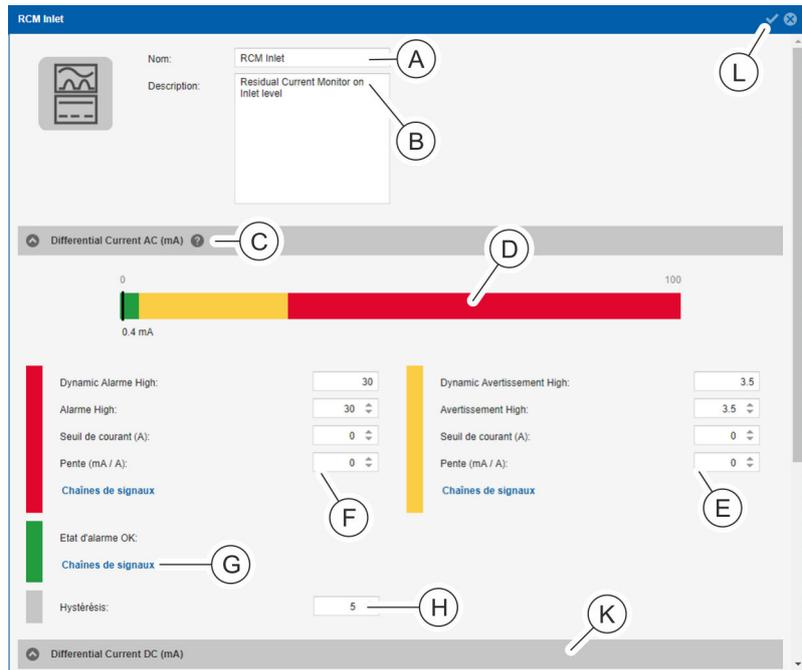

Fig. 128 : Affichage détaillé
4. Dans l'affichage détaillé, modifier si besoin la désignation du dispositif de mesure de courant différentiel (Fig. 128 /A) et, si nécessaire, ajouter une description (Fig. 128 /B).
5. Dans la zone « *Differential Current AC (mA)* », saisir une valeur pour « *Alarme High* », « *Seuil de courant (A)* » et « *Pente (mA / A)* » (Fig. 128 /F).
8. Saisir une valeur pour « *Avertissement High* », « *Seuil de courant (A)* » et « *Pente (mA / A)* » dans la zone « *Differential Current AC (mA)* » (Fig. 128 /E) et affecter une chaîne de signaux (de manière similaire aux étapes 5 et 6).
9. Si nécessaire, affecter une chaîne de signaux (de manière similaire aux étapes 5 à 7) au paramètre « *État d'alarme OK* » dans la zone « *Differential Current AC (mA)* » (Fig. 128 /G).
10. Saisir une valeur pour « *Hystérésis* » (en %) dans la zone « *Differential Current AC (mA)* » (Fig. 128 /H).
- 11.** Répéter les étapes 5 à 10 pour la zone « *Differential Current DC (mA)* » (Fig. 128 /⊗).
Il n'est pas possible de régler « Seuil de courant » et « Pente » avec « Differential Current DC (mA) ». Les valeurs seuils pour la surveillance CC sont affichées en couleur (Fig. 128 /⊙).
- 12.** Appuyer sur le bouton « *Enregistrer* » (Fig. 128 /Ⓛ) pour confirmer la sélection.
Les valeurs « Dynamic Avertissement High » ou « Dynamic Alarme High » sont calculées automatiquement. Le point d'interrogation (Fig. 128 /⊙) permet d'afficher un graphique avec une explication de la valeur seuil RCM dynamique (Fig. 18).